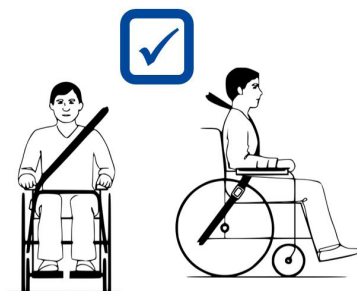

Abb. 4
- Achten Sie darauf, dass die Schultergurte über den Schultern liegen, siehe Abbildung 4.